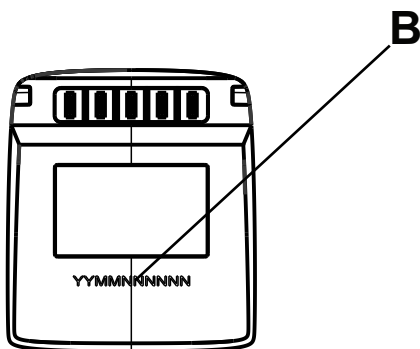
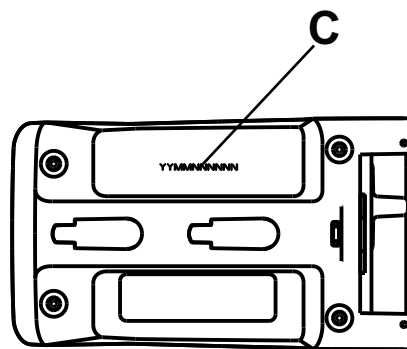

図 4 - Alvarium バッテリーのシリアル番号の位置
図 5 - Alvarium 充電器のシリアル番号の位置
バッテリー (B) および充電器 (C) のシリアル番号の位置については、下図を参照してください (図 4 および 図 5)。